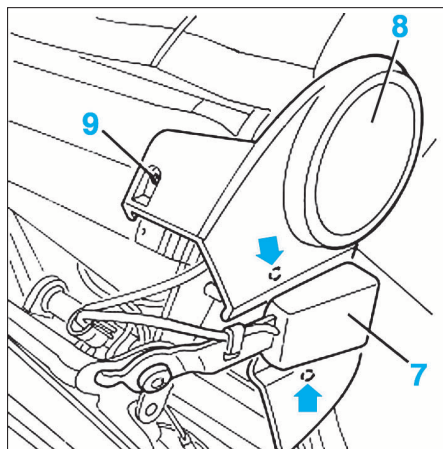

FIG. 12
- Déposer la boucle (7) de verrouillage de la ceinture (Fig.12).
- Déposer la vis de fixation arrière (9) de la garniture latérale (8) du siège.